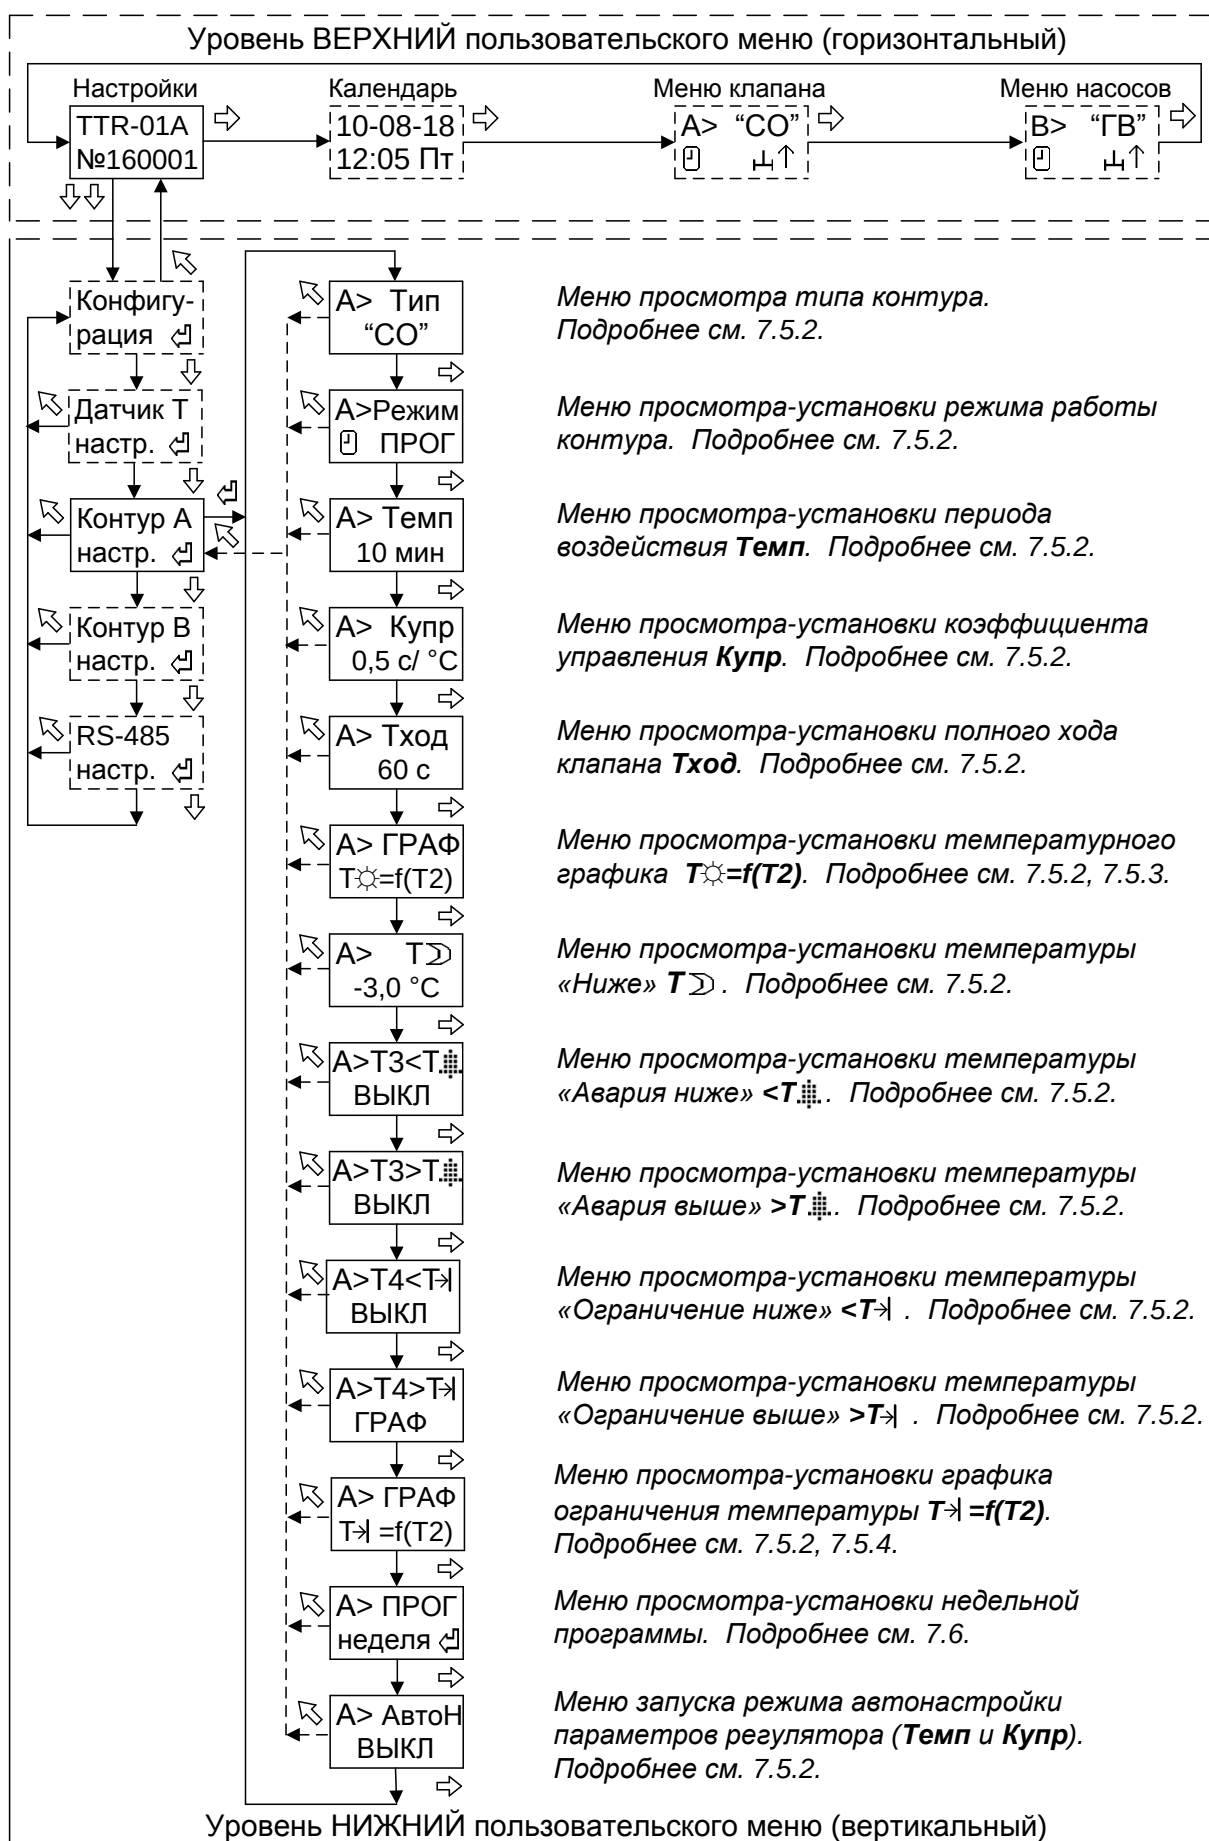

Рисунок 5 - Структура меню настройки параметров системы отопления (тип контура “СО”)
7.5.3 Для просмотра-установки температурного графика регулирования необходимо войти с помощью нажатия кнопки “” (см. рисунок 5) в меню «ГРАФ $T_{\odot}=f(T_2)$ ».